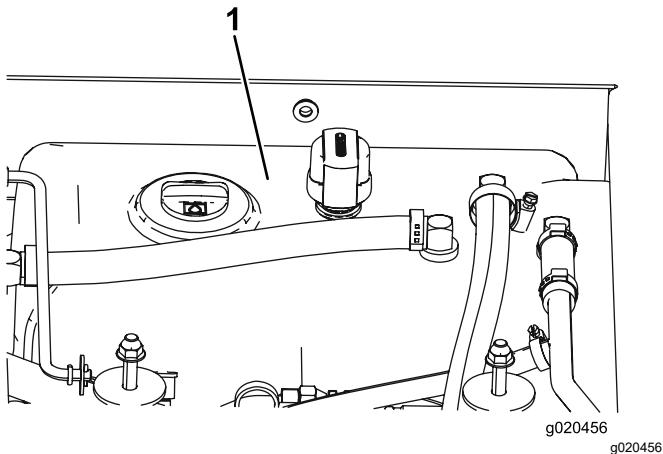

Bild 118
4. Füllen Sie den Hydraulikbehälter (Bild 118) mit Hydrauliköl, siehe Prüfen des Hydrauliköls \(Seite 85\).